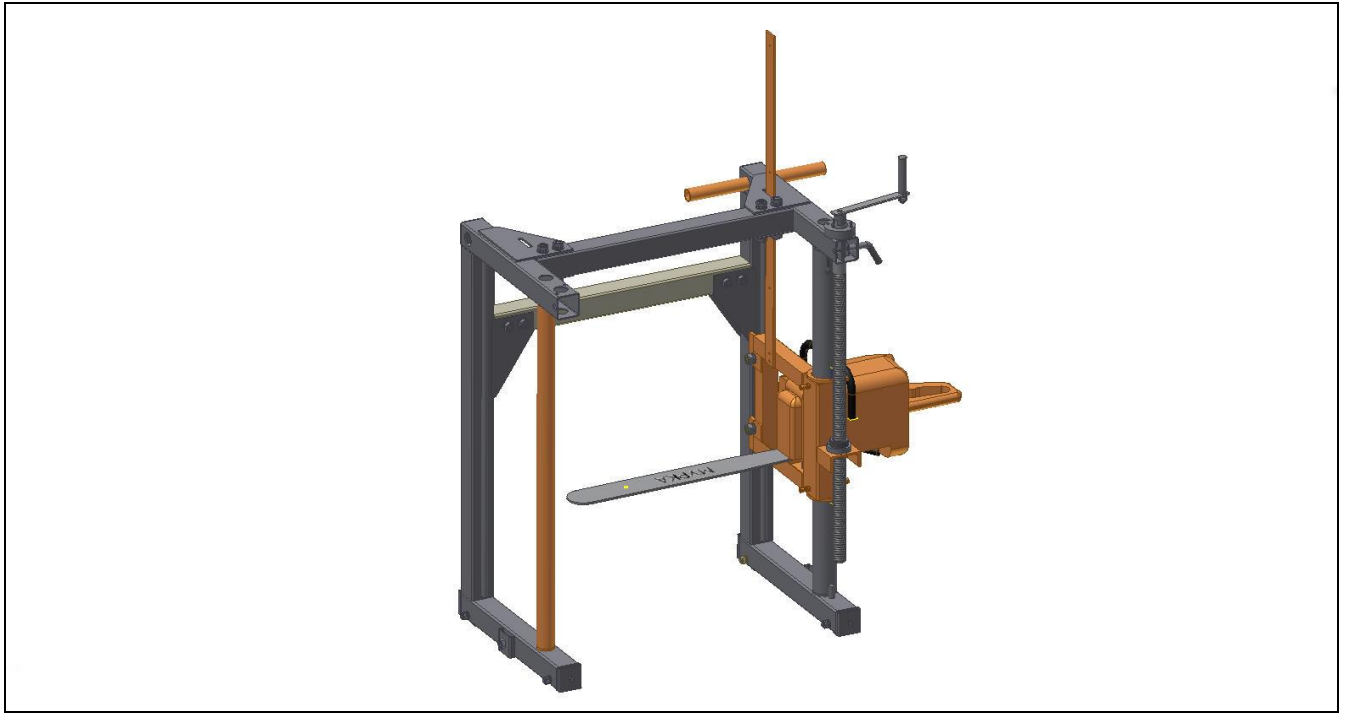

Рисунок 5 – Пильная рама в сборе
6.4.1 Пильная рама шинной пилорамы Мурка М5 поставляется в сборе (рисунок 5).